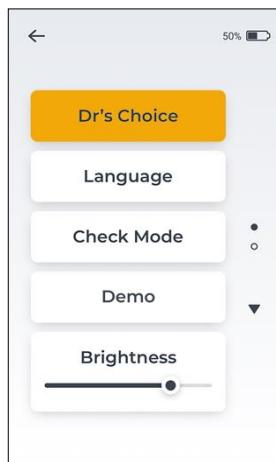
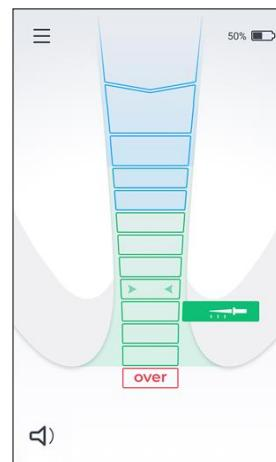

Fig. 12
Fig. 13
- Entre no menu Configurações e toque na aba de Dr's Choice – consulte a Fig. 12. “Dr's Choice” ficará laranja enquanto estiver ativado e a linha apical de Dr's Choice aparecerá na tela – consulte a Fig. 13.
- Para desativar a linha apical de Dr's Choice, acesse o menu de configurações e desative a Dr's Choice tocando na aba “Dr's Choice” – consulte a Fig. 12.